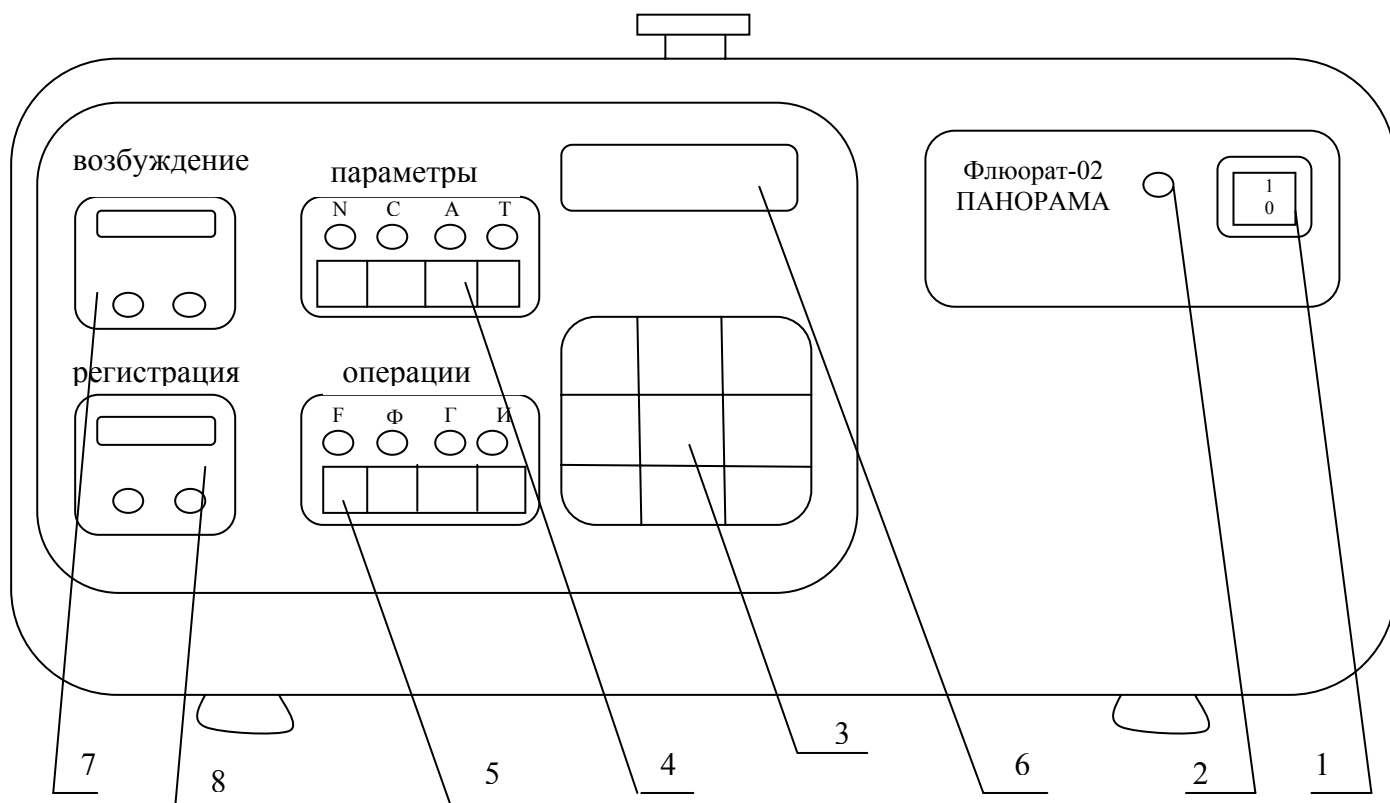

Рис.1.4. Лицевая панель анализатора «Флюорат-02-Панорама»
1.2.2.4.1 Ручное управление прибором осуществляется с лицевой панели, изображенной на рис.1.4.
1.2.2.6.3 Включите анализатор тумблером «Сеть» (поз.1 на рис.1.4) на передней панели прибора. При этом должен загореться светодиодный индикатор (2). Контроллер анализатора начнет инициализацию - проверку связи между всеми электронными устройствами прибора и установку исходных режимов и параметров работы. Во время инициализации по индикаторам клавиатуры пробегает «световая дорожка» и прослушивается характерный шум от работы шаговых двигателей монохроматоров. По окончании инициализации (около 10 сек) на табло монохроматоров (7 и 8) установятся значения их стартовых настроек, а на табло результатов (6) - номер алгоритмической версии программы управления прибором и номер конфигурации электронных узлов по классификации предприятия-изготовителя - буква «Н.» и три цифры, например «Н.42.9». После этого прибор готов к использованию.
Перестройка на заранее выбранную длину волны осуществляется в режимах F6/F7. При входе, например, в режим F6 на табло результатов индицируется текущая настройка монохроматора возбуждения, а на его табло (см. рис.1.4, поз.7) между цифрами появляются точки, сигнализируя о том, что просматривается значение настройки монохроматора возбуждения. При редактировании этого значения точки начинают мигать, а при нажатии на клавишу «#» точки пропадают и прибор перестраивается на заданную длину волны. Аналогично, для перестройки длины волны монохроматора регистрации используется режим F7.